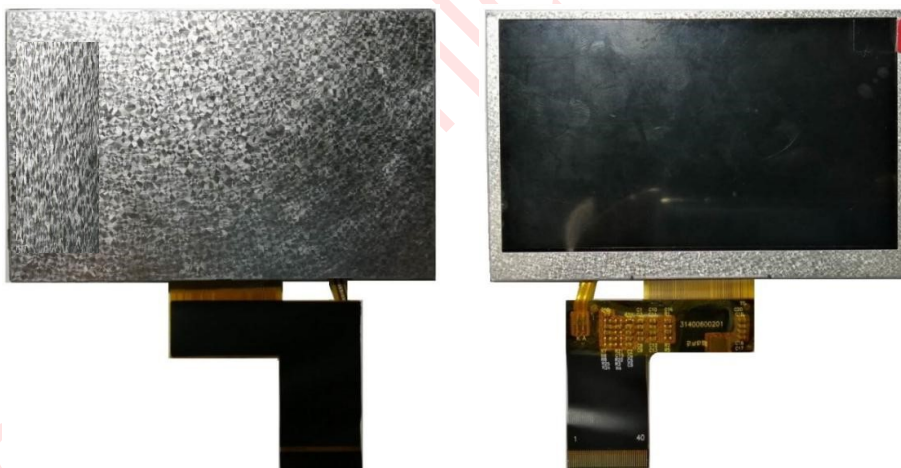

图 3-7: TFT 屏的 FPC 做包覆处理
4. 必要时 TFT 屏的 FPC 可做包覆处理（如图 3-7）。